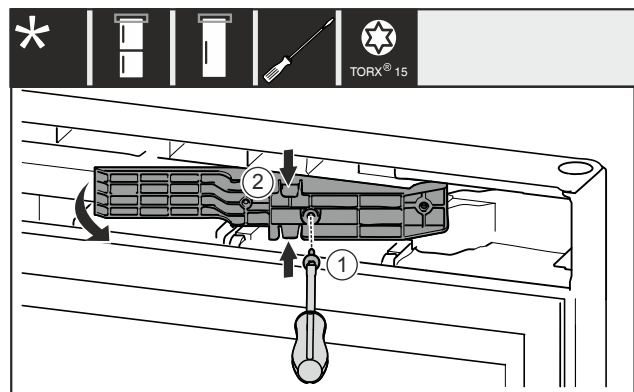

Fig. 15 *
- ▶ 移除螺栓 Fig. 15 (1)。*
- ▶ 将上方和下方适配器 Fig. 15 (2)轻轻挤压在一起，然后向前拉出。*